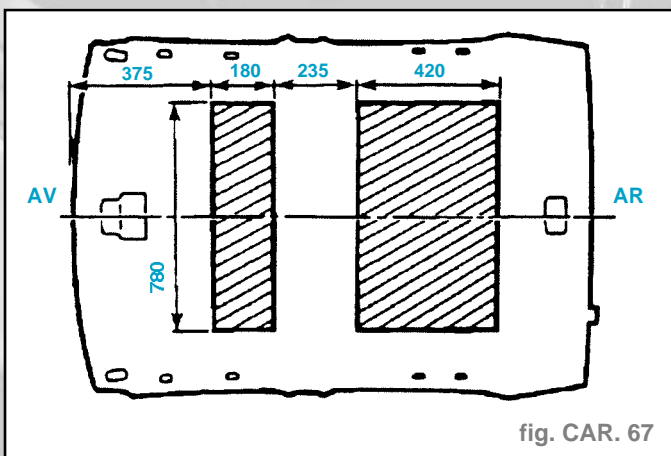

fig. CAR. 67
- Respecter les dimensions d'encollage (fig. CAR. 67).